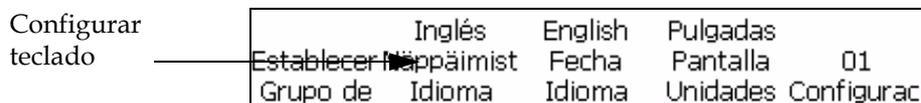

Figura 4-8: Configurar idioma del teclado
- 2 Pulse la tecla F1 en para seleccionar y aparecerá. Consulte la Figura 4-8.